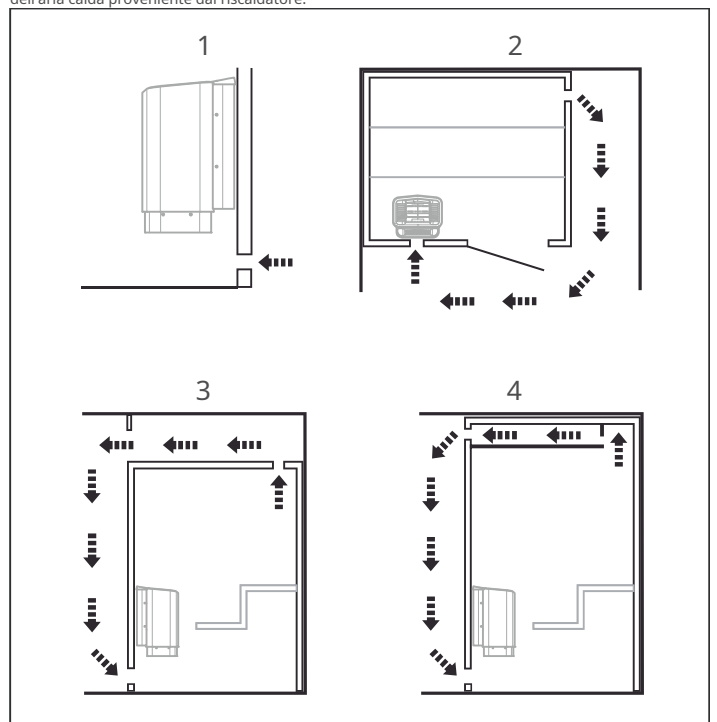

Figura 8: Posizionamento delle bocchette di aspirazione e scarico dell'aria
alla massima distanza possibile dall'apertura di aspirazione dell'aria, ad esempio in diagonale (vedere Figura 8).
- in alto sulla parete o sul soffitto (vedi Figura 8).